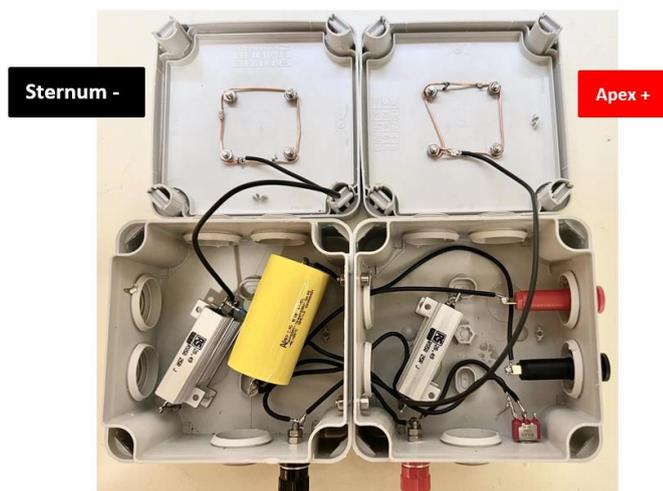

Figure 5 : Schéma de la quatrième partie de la réalisation du testeur
- Placer les couvercles de boîte, l'apex sur la boîte 1 et le sternum sur la boîte 2. (Voir figure 5)